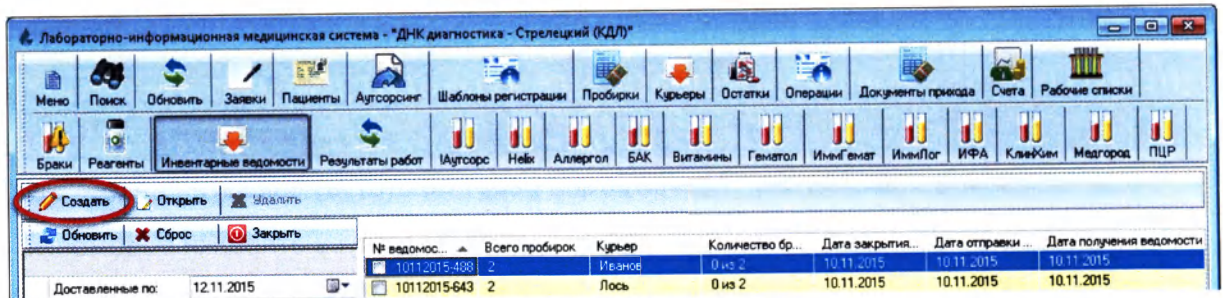

Рисунок 1.4
1.	Нажмите кнопку «Создать» (Рисунок 1.4):